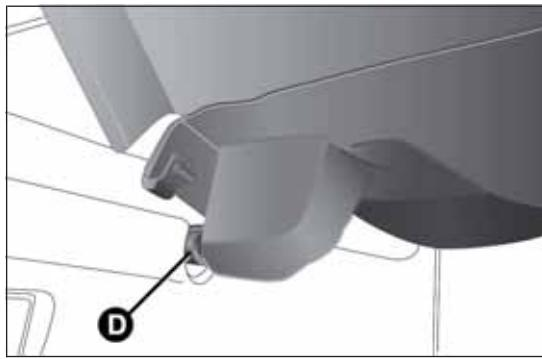

fig. 86
- liberare i perni D fig. 86 posti all'esterno del ripiano, quindi rimuovere la cappelliera B tirandola verso l'alto;